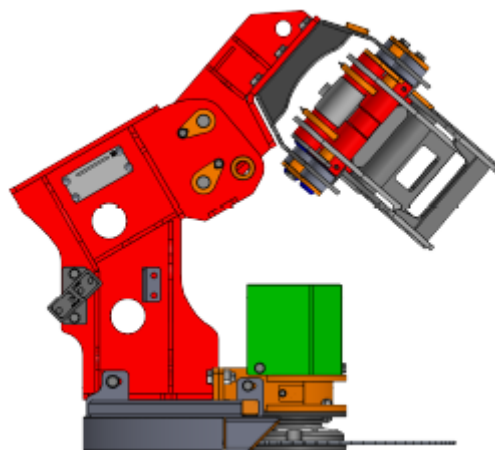

Fig.2
- soit avec une pince inclinée (**fig.2**) pour faciliter la récolte dans la canne couchée.